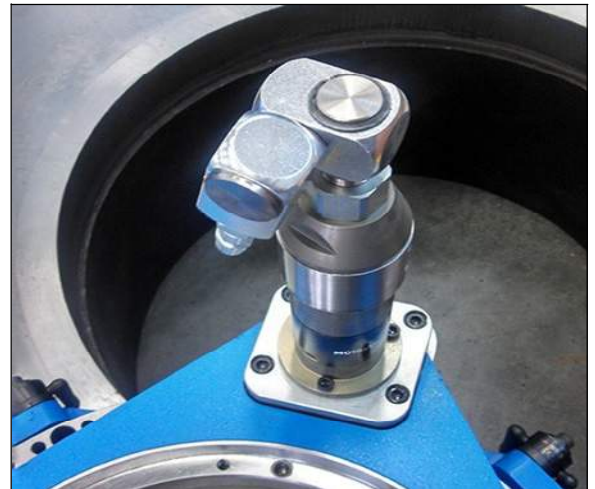

ABBILDUNG 3-25. INSTALLIERTER MOTOR (FF1200 DARGESTELLT)
2. Den Motor mit der Antriebsbaugruppe verbinden (Abbildung 3-25).